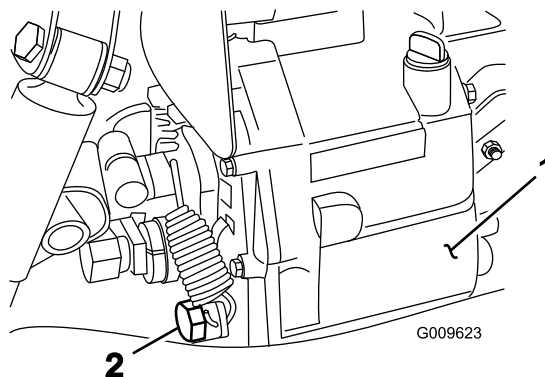

Figura 73
2. Togliete la valvola di spurgo situata sul fianco del serbatoio e lasciate defluire il fluido idraulico in una bacinella (Figura 73).